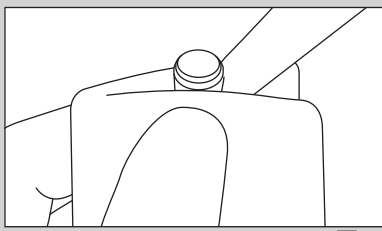
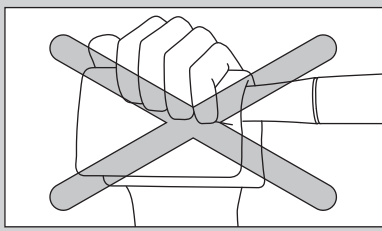

図8
図9
- ハンドピース内の余分なオイルを排出するために空運転する場合は、パーを取り外したまま15秒ほど空運転してください。その際、オイル飛散を防ぐため、ヘッドに布等をあてがう場合は、図8のようにあてがいが、プッシュボタンを押さないように注意してください(図9)。パーが取り付けられなくなるなどの故障の恐れがあります。